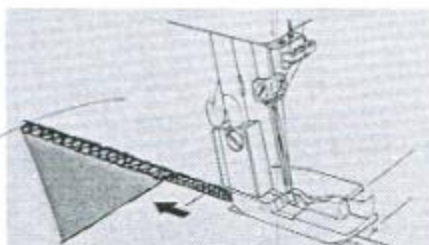

Fig. 2
4. Wanneer u het einde van de stof heeft bereikt, naai dan nog 5 tot 7 cm. met lage snelheid door en snij de draden af aan de draadafsnijder, of knip ze af. (Fig. 2, 3)